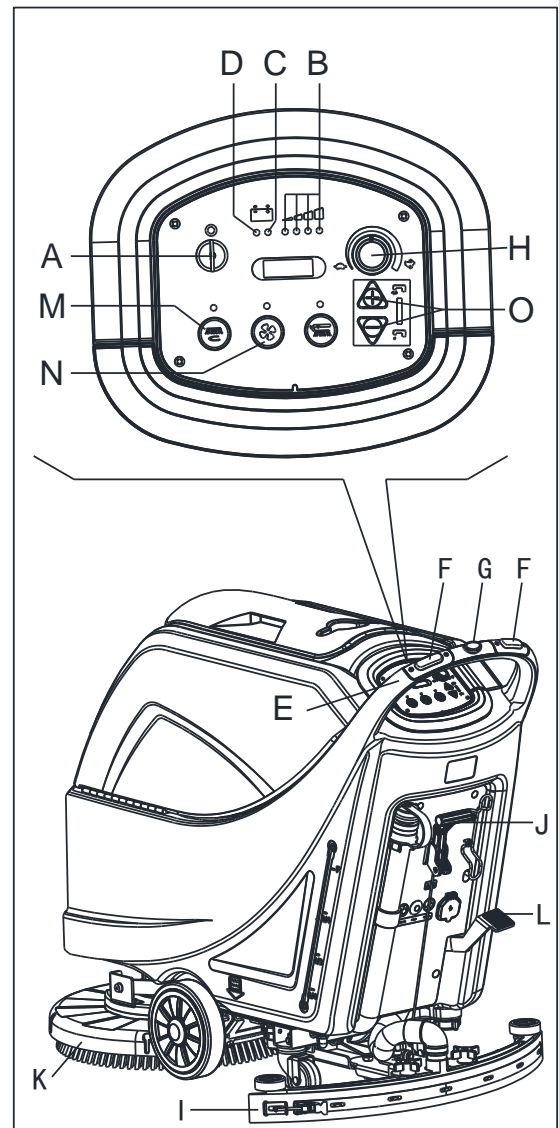

Figure 8
2. Insérer la clé de contact (A, Figure 8) et la tourner sur "I". Vérifier que le témoin lumineux vert (B) se met en marche (batterie chargée). Si le témoin lumineux LED jaune (C) ou rouge (D) s'allume, retourner la clé de contact sur "0" et charger les batteries (voir la procédure au chapitre Entretien).
- En la poussant avec les mains sur la poignée (E) (uniquement pour les machines sans traction).
- En la poussant avec les mains sur la poignée (E) et en appuyant sur le commutateur (F) pour avancer, ou en appuyant sur le commutateur (F) avec le commutateur (G) pour reculer (uniquement pour la machine à traction). La vitesse d'avancement peut être réglée avec le dispositif de réglage (H).
4. Abaisser l'embouchure (I) avec le levier (J).
5. Abaisser la plate-forme de la brosse/du plateau support disque (K) en appuyant sur la pédale (L). (uniquement pour la machine à disque)
6. Appuyer sur le commutateur de la brosse/du plateau support disque (M) sur le commutateur du système d'aspiration (N).
7. Appuyer sur les commutateurs de réglage du débit d'eau (O), si nécessaire, en fonction du type de nettoyage à effectuer.
- (uniquement pour les machines sans traction) en poussant la machine avec les mains sur la poignée (E) et en appuyant sur le commutateur (F).
- (uniquement pour les machines avec traction) en poussant la machine avec les mains sur la poignée (E) et en appuyant sur le commutateur (F). Si nécessaire, la vitesse d'avancement peut être réglée avec le dispositif de réglage (H).
1. Abaisser le pont de la brosse/du porte-tampon en appuyant sur l'interrupteur de la brosse/du porte-tampon (M Figure 8).
2. Tout en gardant les deux mains sur la poignée, appuyer sur l'interrupteur de sécurité (F, Figure 8), puis manœuvrer la machine et commencer à nettoyer/sécher le sol.